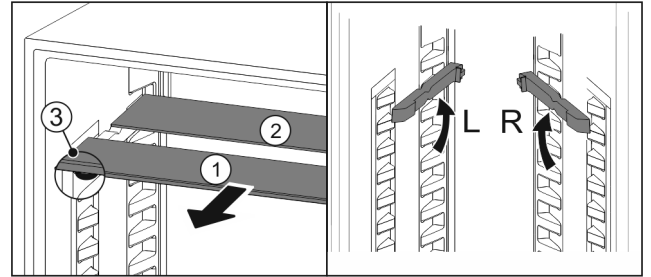

Fig. 87
- ▶ Træk glaspladerne ud enkeltvis fremad Fig. 87 (1).
- ▶ Glaspladen Fig. 87 (1) med pyntelisten ligger foran.
- ▶ Stoppene Fig. 87 (3) peger nedad.